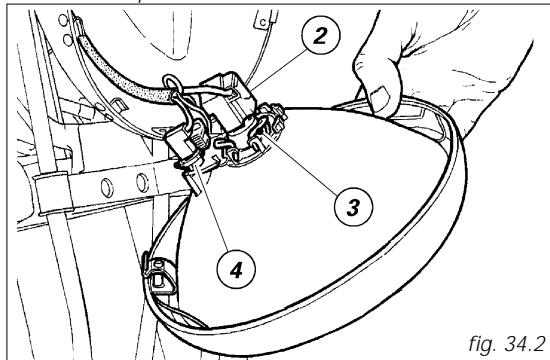

fig. 34.2
*Pour accéder aux ampoules du phare desserrez la vis inférieure (1), fixant l'ensemble encadrement/parabole au corps.*
*Détachez le connecteur (2, fig. 34.2) de l'ampoule du phare. Décrochez le clip (3, fig. 34.2) de retenue ampoule et retirez celle-ci du support. Remplacez l'ampoule.*
Pour remplacer l'ampoule du feu de position, détachez le connecteur (4, fig. 34.2). Cette lampe a une douille à baïonnette. Pour l'extraire il faut l'enfoncer et la tourner en sens inverse des aiguilles d'une montre. Remplacez l'ampoule, enfoncez-la et tournez-la dans le sens des aiguilles d'une montre jusqu'à son encliquetage en place. Remontez le connecteur et fixez l'ensemble encadrement/parabole.